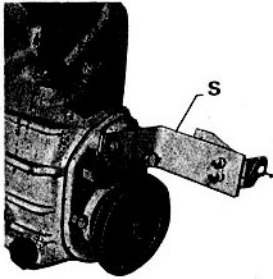

Fig. E2
- le support S – Fig. E2 de commande à distance (2 vis M.8).